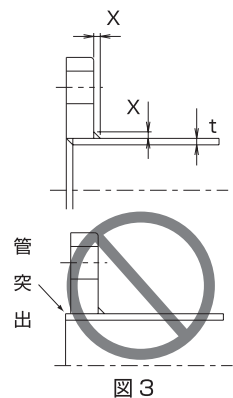

図 3
(1) バルブを取付けたままの管フランジの溶接は避けてください。溶接熱やスパッタで、バルブ性能を低下させる危険性があります。
(2) フランジの溶接方法は、次のとおりです。隅肉溶接の脚長“X”は、管の肉厚“t”以上とします。フランジ面より全面溶接部及び管端を出さないでください。バタフライ及びウイングチェッキ®バルブのジスクが干渉して作動不良を起こす危険性があります。（図 3）
(3) バタフライバルブのゴムシートなどのガスケット面の損傷による外漏れ防止のため、管フランジの前面溶接部、ガスケット面、エッジ部などの仕上げを入念に行ってください。但し、バルブの配管は溶接部が完全に冷えてから施行してください。
(4) 溶接時、ゲート・グローブ弁は「半開」の状態で行ってください。